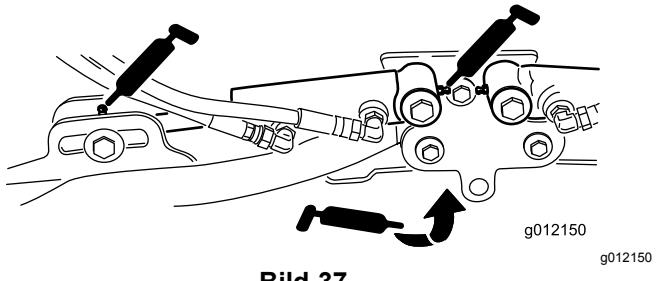

Bild 37
- Hubarmzylinder der Schneideeinheit (2) (Bild 37)
- Hubarmgelenke (1) (Bild 37)